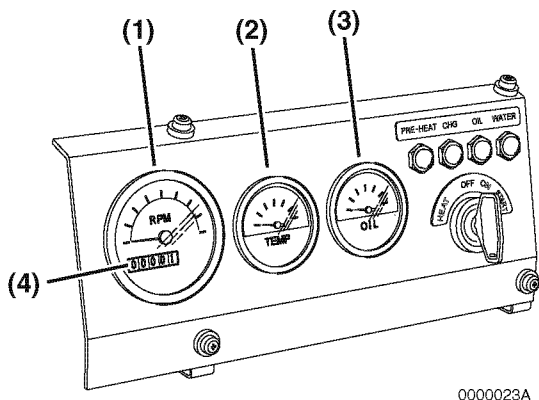
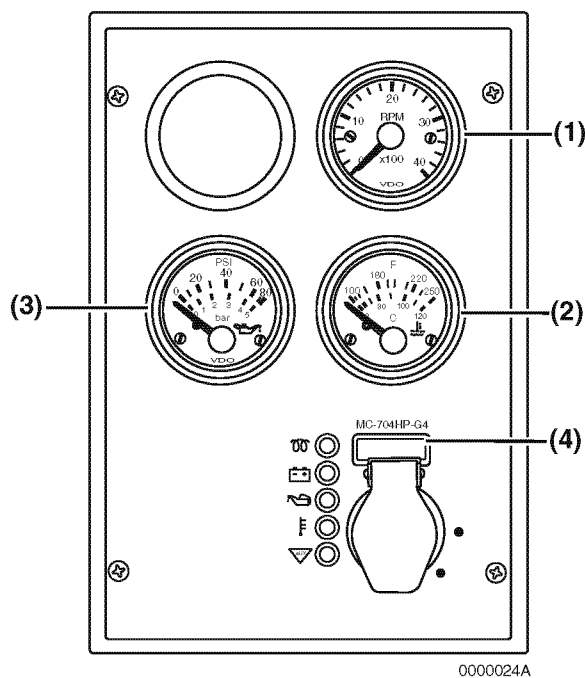

Figure 7
Figure 8
Tachymètre - L'affichage du tachymètre (Figure 7, (1)) ou (Figure 8, (1)) indique le régime du moteur en révolutions par minute (RPM).
Température du liquide de refroidissement moteur - L'affichage de la température du liquide de refroidissement moteur (Figure 7, (2)) ou (Figure 8, (2)) indique la température du liquide de refroidissement moteur.
Pression d'huile de moteur - L'affichage de la pression d'huile de moteur (Figure 7, (3)) ou (Figure 8, (3)) indique la pression de l'huile de moteur.
Horomètre - L'affichage de l'horomètre (Figure 7, (4)) ou (Figure 8, (4)) indique le nombre total d'heures de fonctionnement du moteur. C'est utile pour planifier les *Procédures d'entretien régulier* à la page 72.